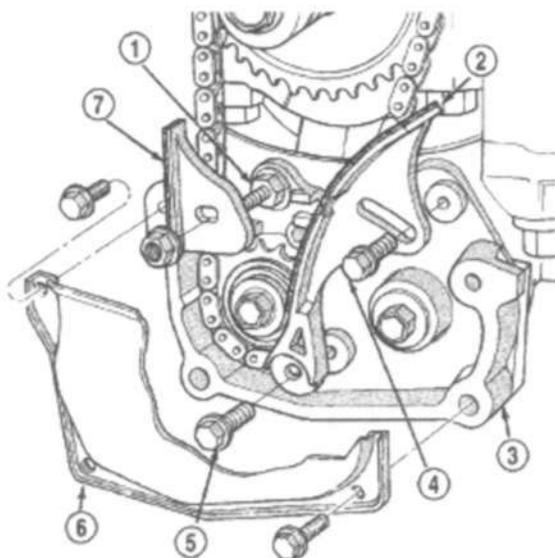

Рис. 113. Крышка цепи, направляющая и натяжитель
- (3) Снять крышку цепи, направляющую и натяжитель (Рис.113). Операции по обслуживанию, требующие лишь временного перемещения узла см. в пункте Снятие картера в сборе.
- (4) Снять стопорную шпильку крышки шестерен (будучи двусторонней, она также крепит направляющую). Снять крышку шестерен балансировочных валов (Рис.113).